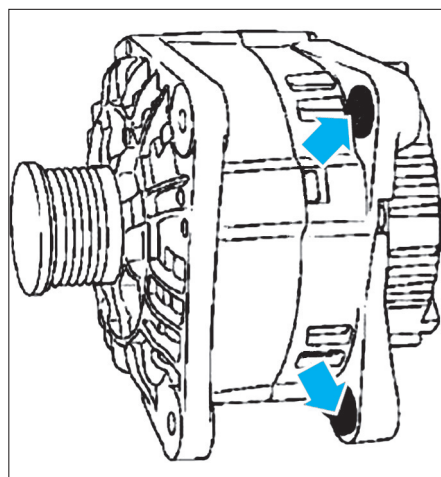

FIG. 10
- comprimer les bagues de l'alternateur à l'aide d'une pince ou d'un étau pour faciliter sa mise en place (fig. 10).